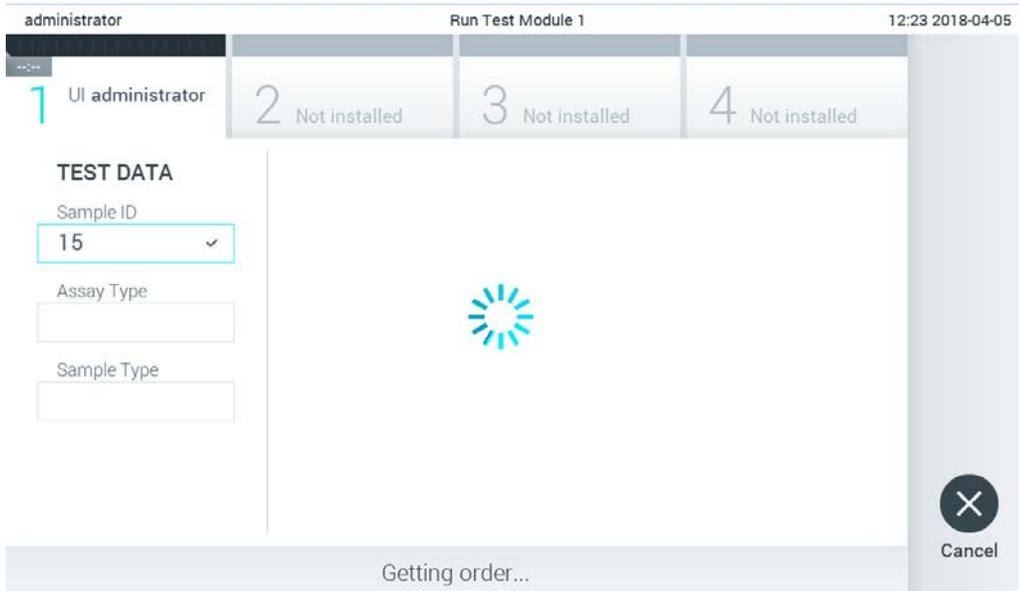

Figura 82. Visualizzare durante il recupero della richiesta test.
3. L'ID del campione viene inviato all'host e mentre il QIAstat-Dx Analyzer 1.0 attende la richiesta di test, viene visualizzato il messaggio "Getting order..." (In attesa della richiesta...), (Figura 82).